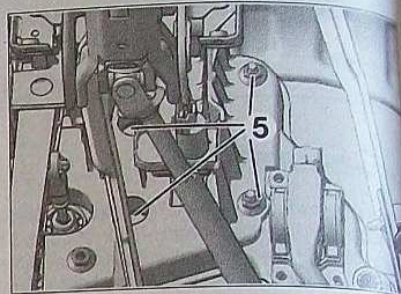

FIG.4
- Déposer les vis de fixation (5) du servo frein puis le déposer (Fig.4).